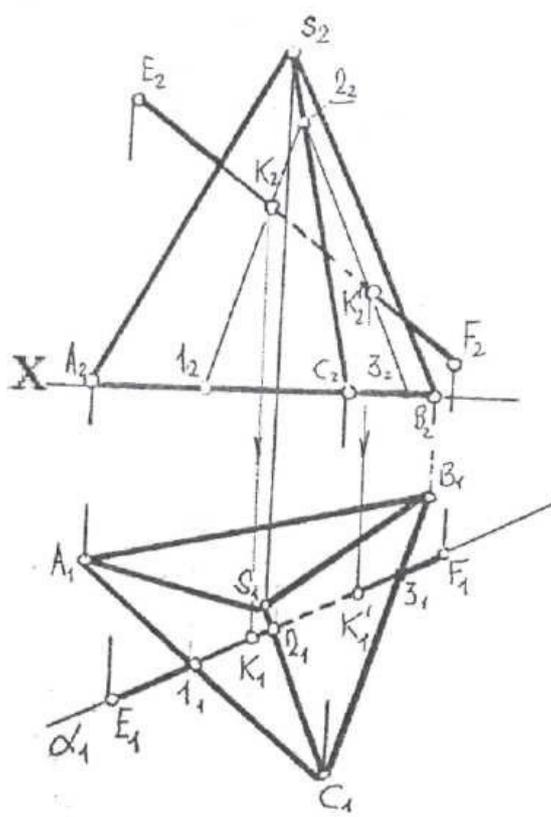

Рис. 14
**Пересечение прямой с поверхностью пирамиды.** В данном примере (рис.14) для определения точек пересечения прямой с поверхностью пирамиды используется горизонтально-проецирующая плоскость. Все остальные построения понятны из чертежа.